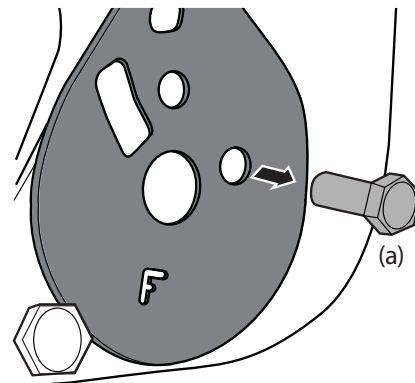

Figure 2-10
6. Retirez le boulon (a) qui fixe la plaque de réglage au dossier du siège. Voir Figure 2-10.